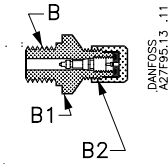
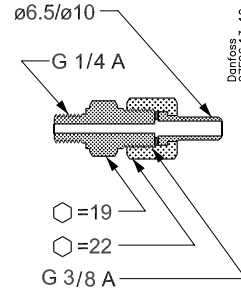
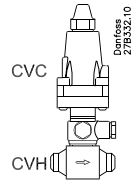

Fig. 2
Fig. 3
Fig. 4. CVC - CHV
Banjofittingen er forsynet med to ens tilslutnings-huller. I det ene hul monteres signalledningen ved hjælp af tilslutningen fig. 3. Signalledningen fra CVC skal tilsluttes der hvor trykket ønskes reguleret, f.eks. umiddelbart før kompressoren, hvis der ønskes en startregulatorfunktion. Signalledningen må ikke kunne afspærres.
I det andet hul på banjofittingen er det muligt at tilslutte et manometer, der kan anvendes ved indstillingen af CVC. Manometeret måler trykket P_s i signalledningen. I stedet for blændproppen (44) skal der så iskrues en manometertilslutning, fig. 2 eller 3; se »Tilbehør«.
Hvis kun den ene af banjofittingens to tilslutnings-huller bruges, skal det andet blændes af med blændproppen (44). CVC kan desuden monteres i ventilhuset CVH og anvendes som separat pilotventil eller selvstændig ventil; se fig. 4. Anvendes CVC-CVH som separat pilotventil, skal enheden monteres i pilotledningen med gennem-strømning imod hovedventilen.
Manometertilslutning: For fluorerede kølemidler: selvlukkende ventil med flaret tilslutning (fig. 2) bestillingsnr. 027B2041; For ammoniak: Ø6.5 / Ø10 mm svejsestud (fig. 3) bestillingsnr. 027B2035.
The banjo fitting has two identical connection holes. In the one hole the signal line is fitted with the connection shown in fig. 3. The signal line from the CVC must be connected at the point where the pressure is to be regulated, e.g. immediately in front of the compressor if crankcase pressure regulator function is required. It must not be possible to block the signal line. In the other hole in the banjo fitting a manometer can be fitted for use when setting CVC. The manometer measures the pressure P_s in the signal line. Instead of blanking plug (44) a manometer connection, fig. 2 or 3, must be screwed in, see „Accessories“. If only one of the two connection holes in the banjo fitting is used the other must be blanked off with blanking plug (44). CVC can also be fitted in valve body CVH and be as a separate pilot valve or independent valve, see fig. 4. If CVC-CVH is used as a separate pilot valve the unit must be fitted in the pilot line with flow towards the main valve.